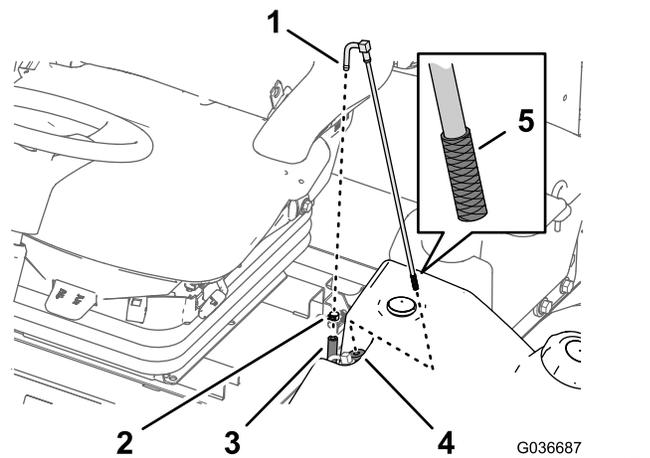

Figura 50
2. Separate il flessibile dal raccordo (Figura 50).
3. Sollevate il tubo di adduzione del carburante dal serbatoio del carburante (Figura 50).
4. Pulite eventuali detriti dalla griglia all'estremità del tubo di adduzione del carburante (Figura 50).
5. Inserite il tubo di adduzione del carburante attraverso la boccola in gomma e nel serbatoio (Figura 50).
1. Rimuovete la fascetta stringitubo che fissa il flessibile di alimentazione del carburante al raccordo del tubo di adduzione del carburante (Figura 50).